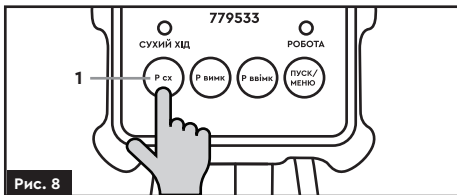

Рис. 8
6. В першу чергу необхідно налаштувати значення тиску для спрацювання функції захисту від «сухого» ходу. Для цього натисніть кнопку «P cx» (1) (рис. 8).
Після короткочасного натискання на кнопку «Р сх» (1) (рис. 8) на дисплеї почне блимати напис «F0.3» (рис. 9). Після цього, можна встановлювати значення тиску для спрацьовування функції захисту від «сухого» ходу.